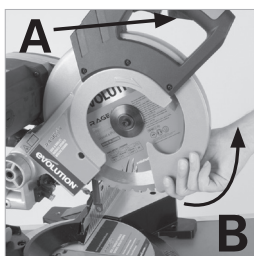

Fig. 39
- Appuyez sur le bouton de blocage de lame inférieure (A) et faites pivoter la protection de lame inférieure (B) pour l'insérer dans la protection de lame supérieure (**Fig. 39**)